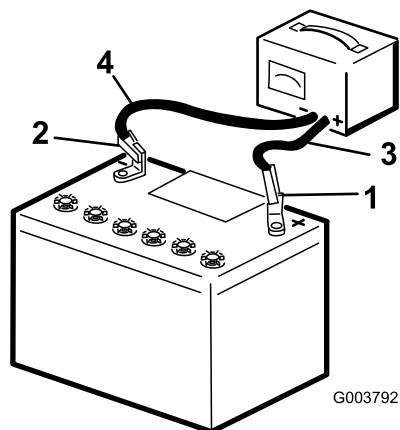

Figure 42
3. Chargez la batterie pendant 10 à 15 minutes entre 25 et 30 A, ou pendant 30 minutes à 6 A (Figure 42). Ne chargez pas la batterie excessivement.
4. Quand la batterie est chargée au maximum, débranchez le chargeur de la prise, puis débranchez les fils du chargeur des bornes de la batterie (Figure 42).